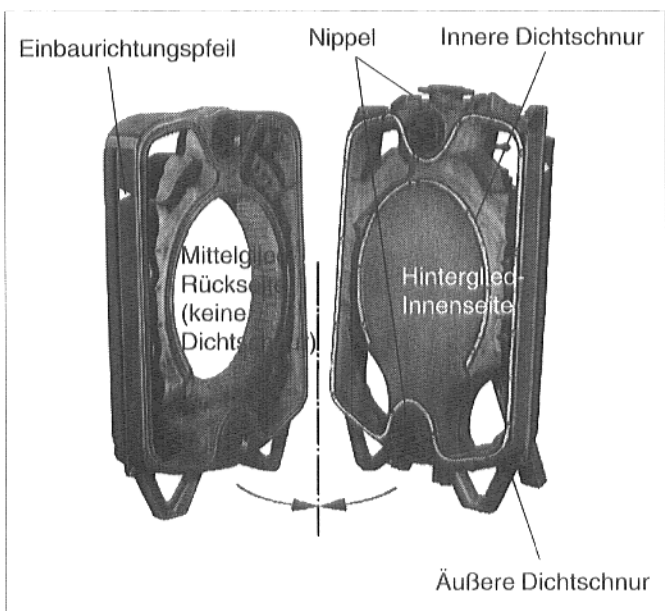

Abb. 8
- Ist beim Einschlagen am Nippel ein Grad entstanden, dann diesen sofort entfernen (Abb. 8).
- **Elastische Dichtschnur** auf der Hinterglied-Innen- seite in die innere und äußere Dichtnut einlegen und leicht andrücken. Mit dem Einlegen der äußeren Dichtschnur links oder rechts von der oberen Kesselnabe beginnen (Abb. 8 u. 10). Die Dichtschnur ist mit einem Messer oder einer Schere zu schneiden. Die beiden Enden der Dichtschnur müssen gut aneinanderstoßen.